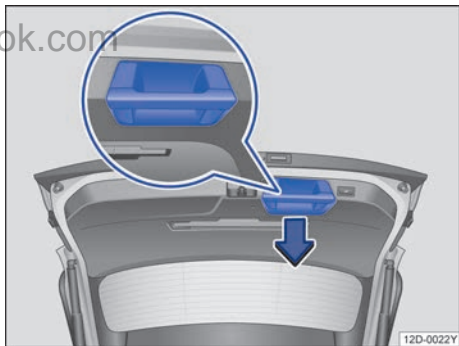

图 50 关闭行李厢盖的把手
- 抓住内饰板上的把手快速用力向下拉行李厢盖，使其卡止在锁中 → 图 50，→ 。